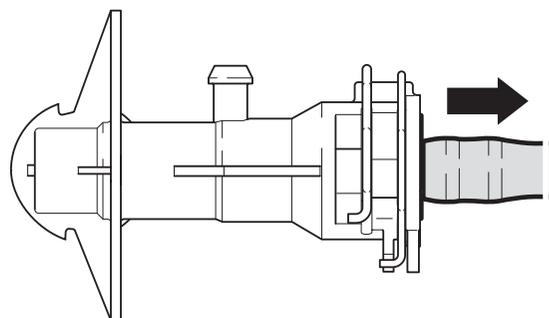

Fig. 3: O orifício de purga está aberto com a conexão hidráulica removida e os cliques fechados
6. Extrair a tubagem hidráulica até ao segundo limite (fig. 3)